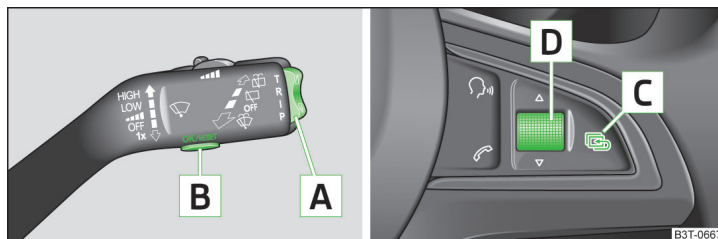

Fig. 26 Taste/roțiță: la maneta de comandă / la volanul multifuncțional
Unele funcții ale sistemului informativ se pot opera cu tastele din maneta de operare, respectiv de pe volanul multifuncțional » fig. 26.
| Tastă/roțițăde re-glare» <a href="#">fig. 26</a> | Acțiune                    | Funcționarea  |
După apăsarea tastei **> fig. 26 la pagina 40** este afișată mențiunea care a fost afișată ultima dată.
► Apăsați prelung tasta **B**, respectiv roțița **D** » fig. 26 la pagina 40.